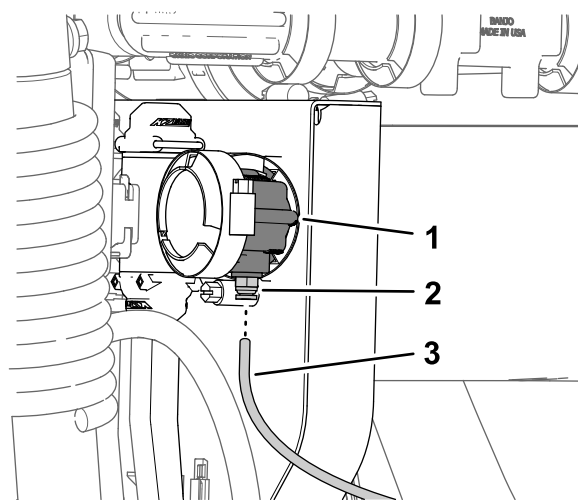

Figura 120
2. Inserte el tubo del sensor en el anillo de bloqueo hasta que el tubo esté correctamente asentado (Figura 120).
1. Alinee el extremo del tubo del sensor de presión (plástico) del indicador de presión del panel de instrumentos con el anillo de bloqueo del acoplamiento del tubo (Figura 120).